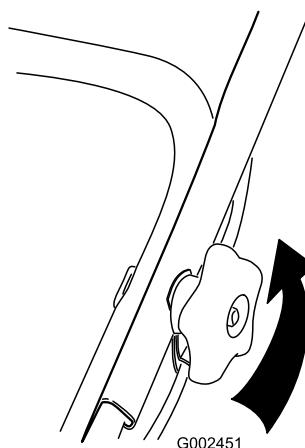

Figura 52
1. Afloje los pomos del manillar hasta que pueda mover libremente la sección superior del mismo (Figura 52).